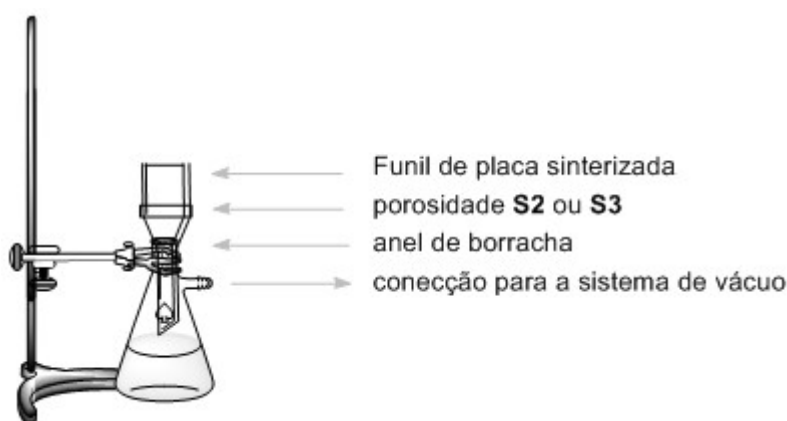

Figura 3. Esquema da montagem para a filtração por sucção.
2. Monte o sistema de filtração a vácuo (Figura 3) usando o funil de placa sinterizada com porosidade **S2** (etiqueta branca) e prenda-o ao suporte universal com auxílio de garra e noz. Ligue o kitasato ao sistema de vácuo. Despeje o produto **B** (passo IV.1) para o funil de placa sinterizada, deixe o sólido assentar e abra a válvula de vácuo. *Atenção:* informe o assistente do laboratório antes e depois de mexer na válvula! Lave o sólido 2 vezes com 6 cm^3 de água desionizada. Verifique se o pH da água filtrada é aproximadamente 6. Após as lavagens mantenham o vácuo por mais 5 min para permitir uma pré-secagem do composto.